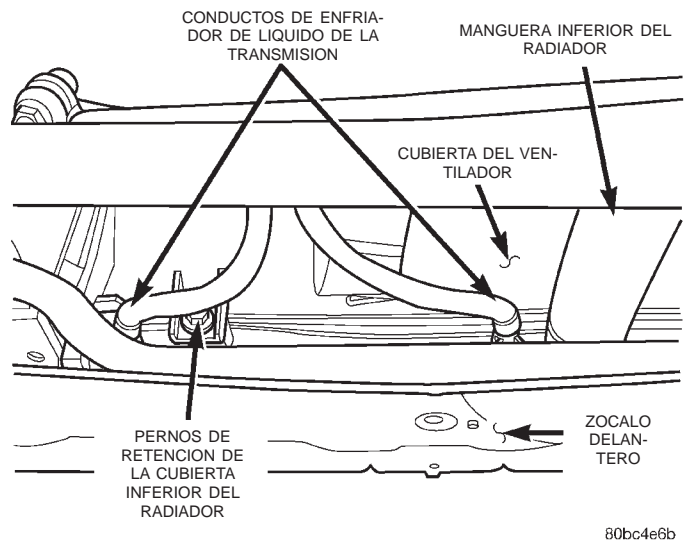
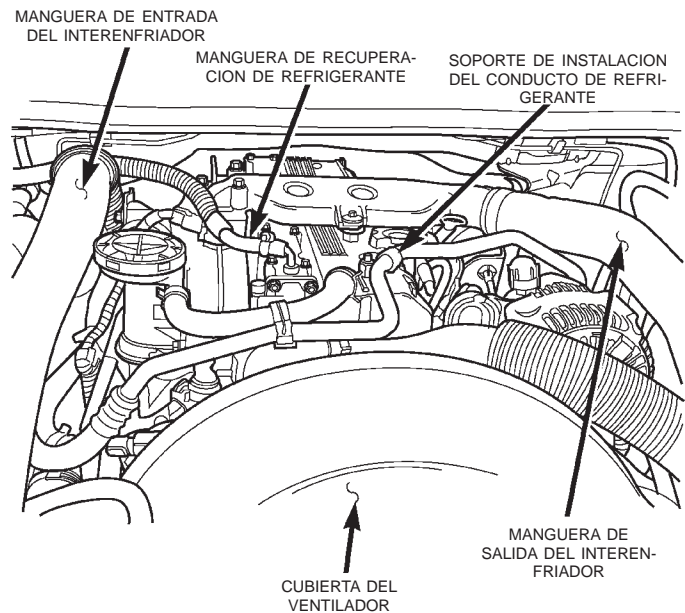

Fig. 16 Conductos de enfriador de líquido de la transmisión en el radiador
Fig. 17 Mangueras del interenfriador
- (1) Desconecte el cable negativo de la batería.
- (2) Eleve el vehículo en un elevador.
- (3) Retire el zócalo delantero inferior.
- (4) Drene el sistema de refrigeración. Consulte el procedimiento en el grupo 7, Sistema de refrigeración.
- (5) Retire la manguera inferior del radiador (Fig. 16).
- (6) Retire los (2) pernos de retención de la cubierta inferior del radiador (Fig. 16).
- (7) Retire los conductos del enfriador de líquido de la transmisión del radiador (Fig. 16).
- (8) Baje el vehículo del elevador.
- (9) Retire las mangueras de entrada y salida del interenfriador (Fig. 17).